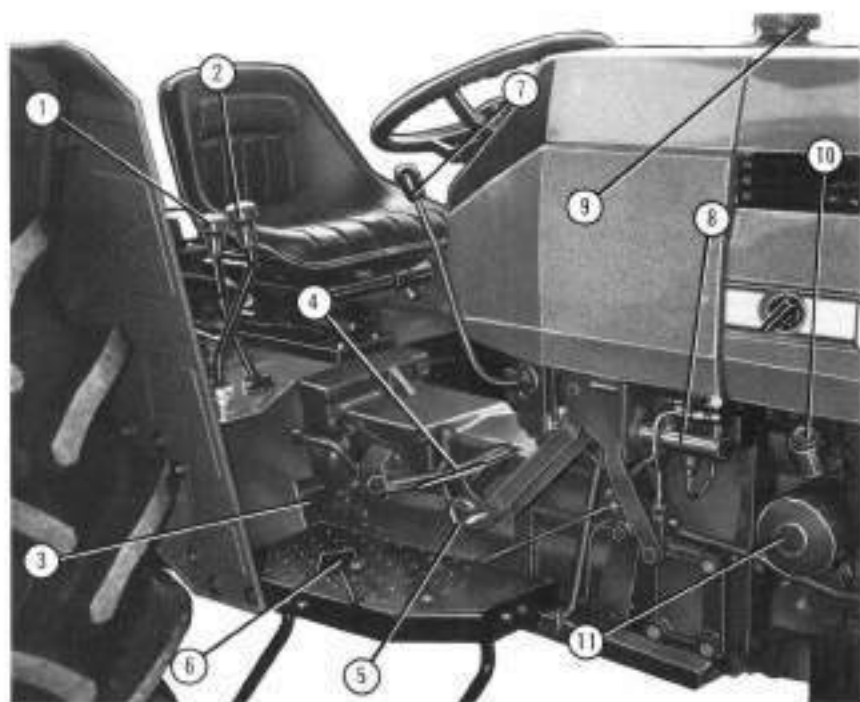

Fig. 7
- le levier de l'inverseur est au point mort (2 fig. 7).
2. Introduire la clé dans le commutateur de démarrage et la tourner sur la position 2. Dès que le démarrage sera fait (après quelques secondes), relâcher la clé, qui retournera automatiquement sur la position 1. En cas de non-démarrage, accélérer légèrement au moyen de l'accélérateur à main (7 fig. 7) et répéter l'opération, le démarreur étant arrêté, après 15-20 secondes, jusqu'à trois ou quatre fois au maximum.
1. Réduire la vitesse et faire tourner le moteur au ralenti et freiner, en même temps, appuyant sur les deux pédales (4 fig. 7).
Lorsqu'on utilise le levier du mini-réducteur/inverseur (2 fig. 7), pour passer d'une vitesse avant rapide à la marche arrière RM, il faudra obligatoirement placer le levier d'abord au point mort et ensuite en position RM. Ceci pour éviter qu'en passant d'une vitesses avant rapide à une mini-réduite on enclenche erronément la marche arrière.